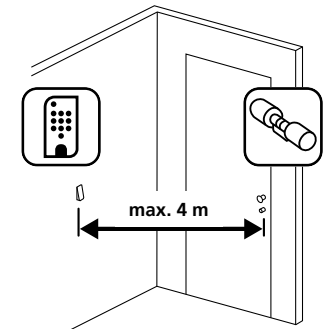

Abb. 127
- ① Halten Sie die Tastatur an den gewünschten Montageort (Abb. 127).